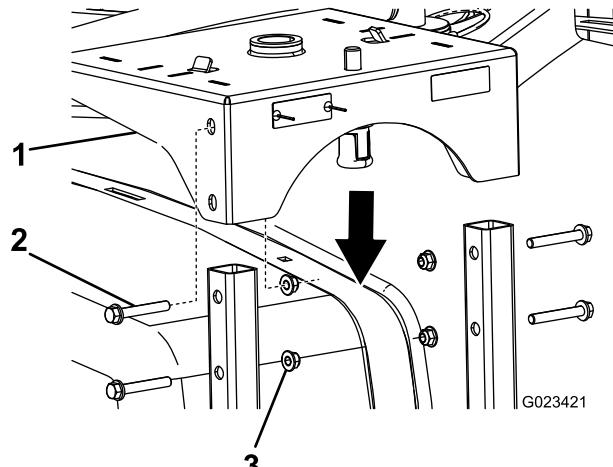

Рисунок 3
- Опустите основание шлангового барабана на рамы и закрепите их с помощью 4 длинных болтов (3/8 дюйма) и 4 фланцевых гаек (3/8 дюйма), как показано на Рисунок 3.